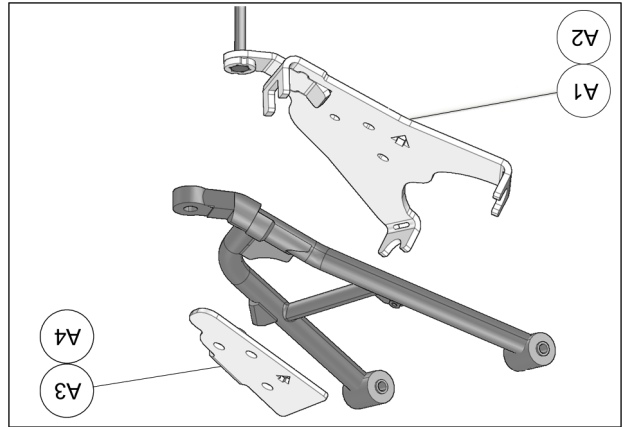

Fig. 21
10. Positionner la partie inférieure de l'ancrage anti-rotation (A1-A2) sous le bras de suspension inférieur. Positionner la partie supérieure (A3-A4) au-dessus du bras de suspension. Voir la Fig. 21